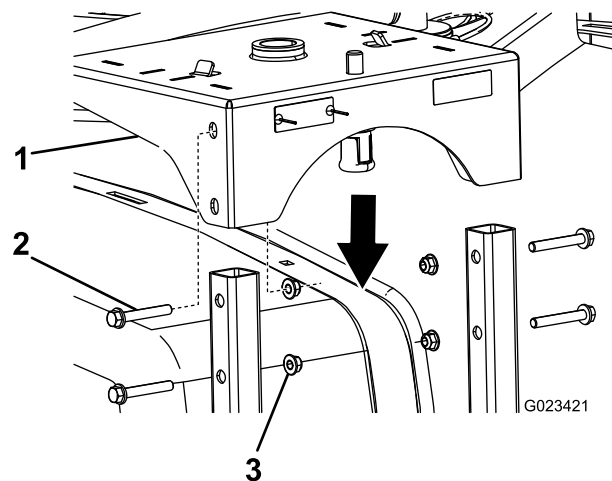

図 3
3. ホースリール・フレームの上にホースリール・ベースを固定する長いボルト3/16 インチ4本と、フランジナット3/16 インチ4個を使用して図 3のように取り付ける。